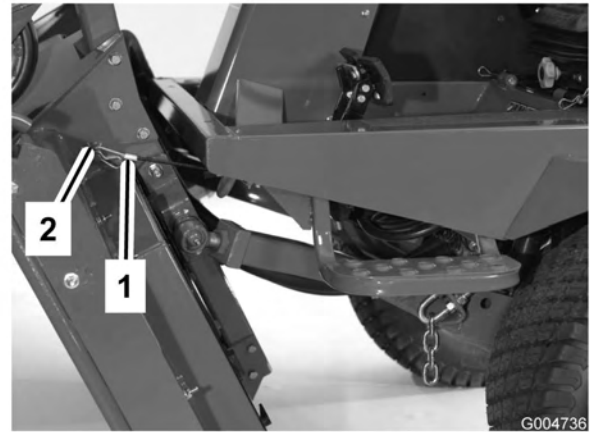

Bild 84
6. Halten Sie das Mähwerk dann in der aufrechten Stellung, bringen das Kabelende über dem Stift am Mähwerkhubarm an und befestigen es mit einem Splint (Bild 84).